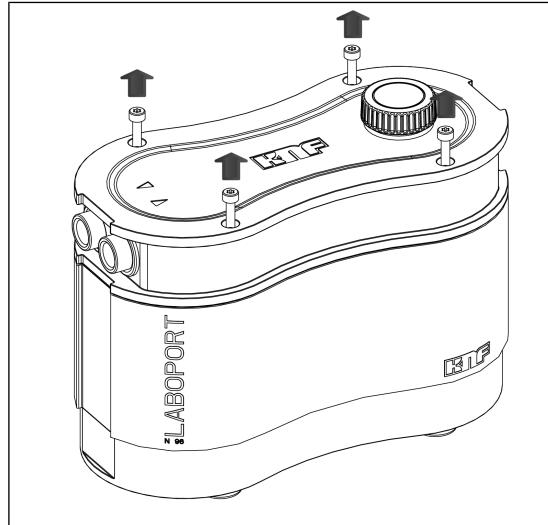

Fig.7: Allentare le viti della carcassa
1. Allentare le quattro viti della carcassa (Fig. 6/1) und entnehmen Sie diese aus dem Gehäusedeckel (2) (vedere Fig. 7).